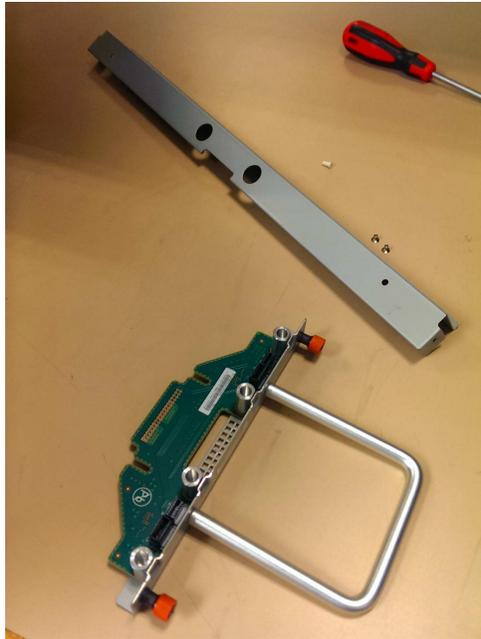

図 134. シャーシの FIB 部品
1. 新しい FIB、カバー、およびカバーのねじ (310 ページの図 134 を参照) を安全な場所に置きます。